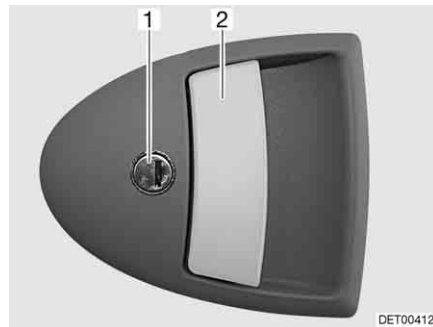

Fig. 30 Serratura della porta di ingresso, lato esterno
- Inserire la chiave nel cilindro della serratura (Fig. 30,1) e ruotare fino a quando la serratura della porta si sblocca.
- Tirare la maniglia della porta (Fig. 30,2). La porta è aperta.
- Inserire la chiave nel cilindro della serratura (Fig. 30,1) e ruotare fino a quando la serratura della porta si blocca.